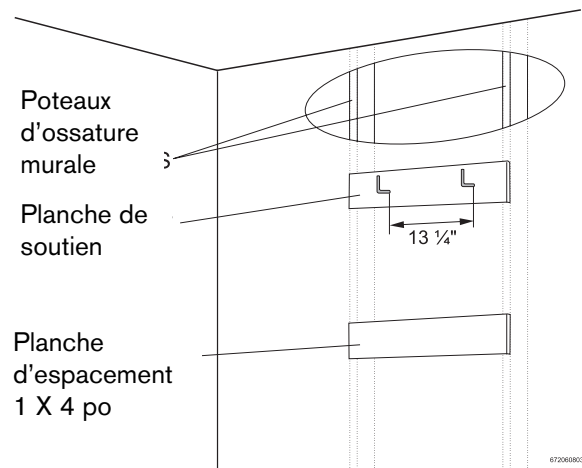

Fig. 7 Planches de soutien
puis d'accrocher le chauffe-eau sur ces planches. Voir la Fig. 7.
- ▶ Fixez les deux pitons aux poteaux d'ossature murale ou aux planches de soutien, à 13 1/4" l'un de l'autre (voir la Fig. 7).